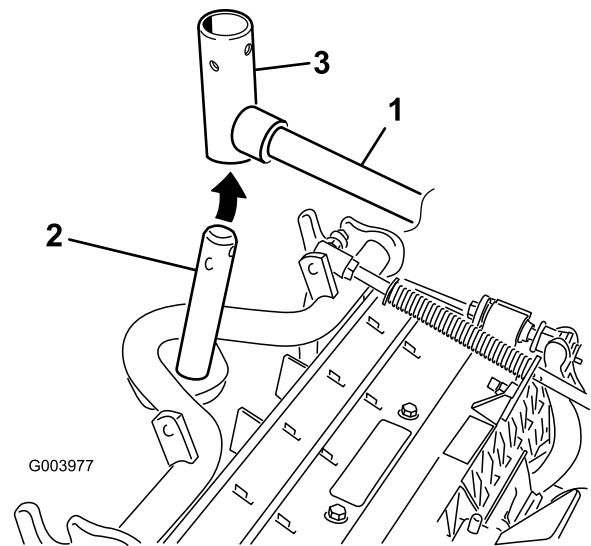

Figura 10
B. Insira a forquilha do braço de elevação no veio da estrutura de suporte (Figura 10).